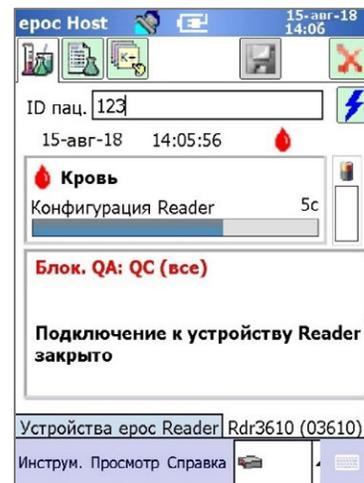

Рис. 42.
- При выборе варианта **Нет** система будет заблокирована (рис. 42) и процедуры анализа крови будут недоступны до тех пор, пока не будут соблюдены условия, установленные для графиков QA.